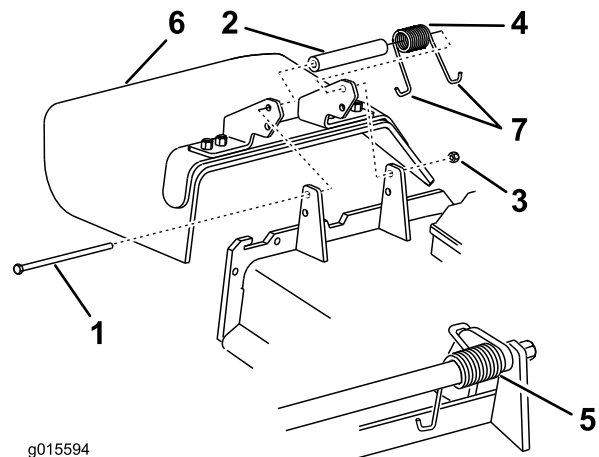

Figura 104
Nota: Asegúrese de colocar un extremo en **J** del muelle detrás del reborde de la carcasa antes de instalar el perno, según se muestra en Figura 104.
3. Instale el perno y la tuerca. Coloque un extremo en **J** del muelle alrededor del deflector de hierba (Figura 104).
1. Retire la contratuerca, el perno, el muelle y el espaciador que sujetan el deflector a los soportes de pivote (Figura 104). Retire el deflector de hierba dañado o desgastado.